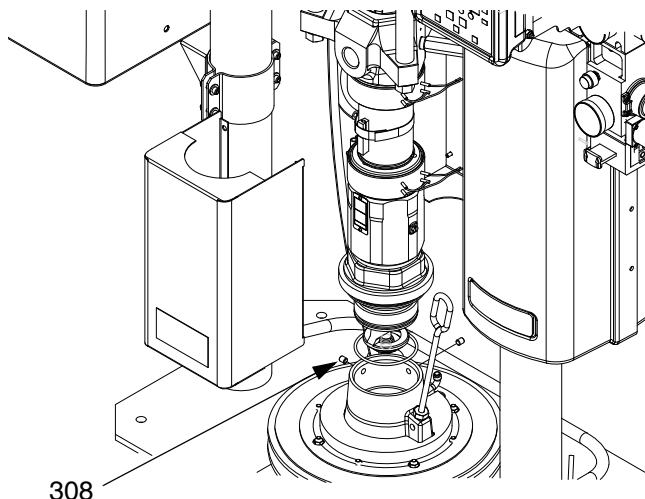

FIG. 42: Montaje de 20, 30 y 60 litros
1. Coloque la junta tórica en la entrada de la bomba. Vea la FIG. 42.
3. Fije la bomba en el plato con tornillos (308).